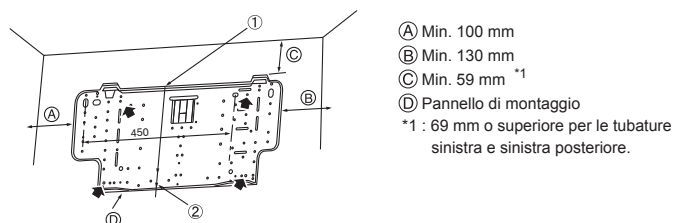

Fig. 3-3
- L'attrezzatura di montaggio deve essere fissata ad entrambe le estremità ed al centro, se possibile. Non fissarla in un solo punto od in modo asimmetrico. (Se possibile, fissare l'attrezzatura nei punti marcati con una freccia in grassetto.) (Fig. 3-3)